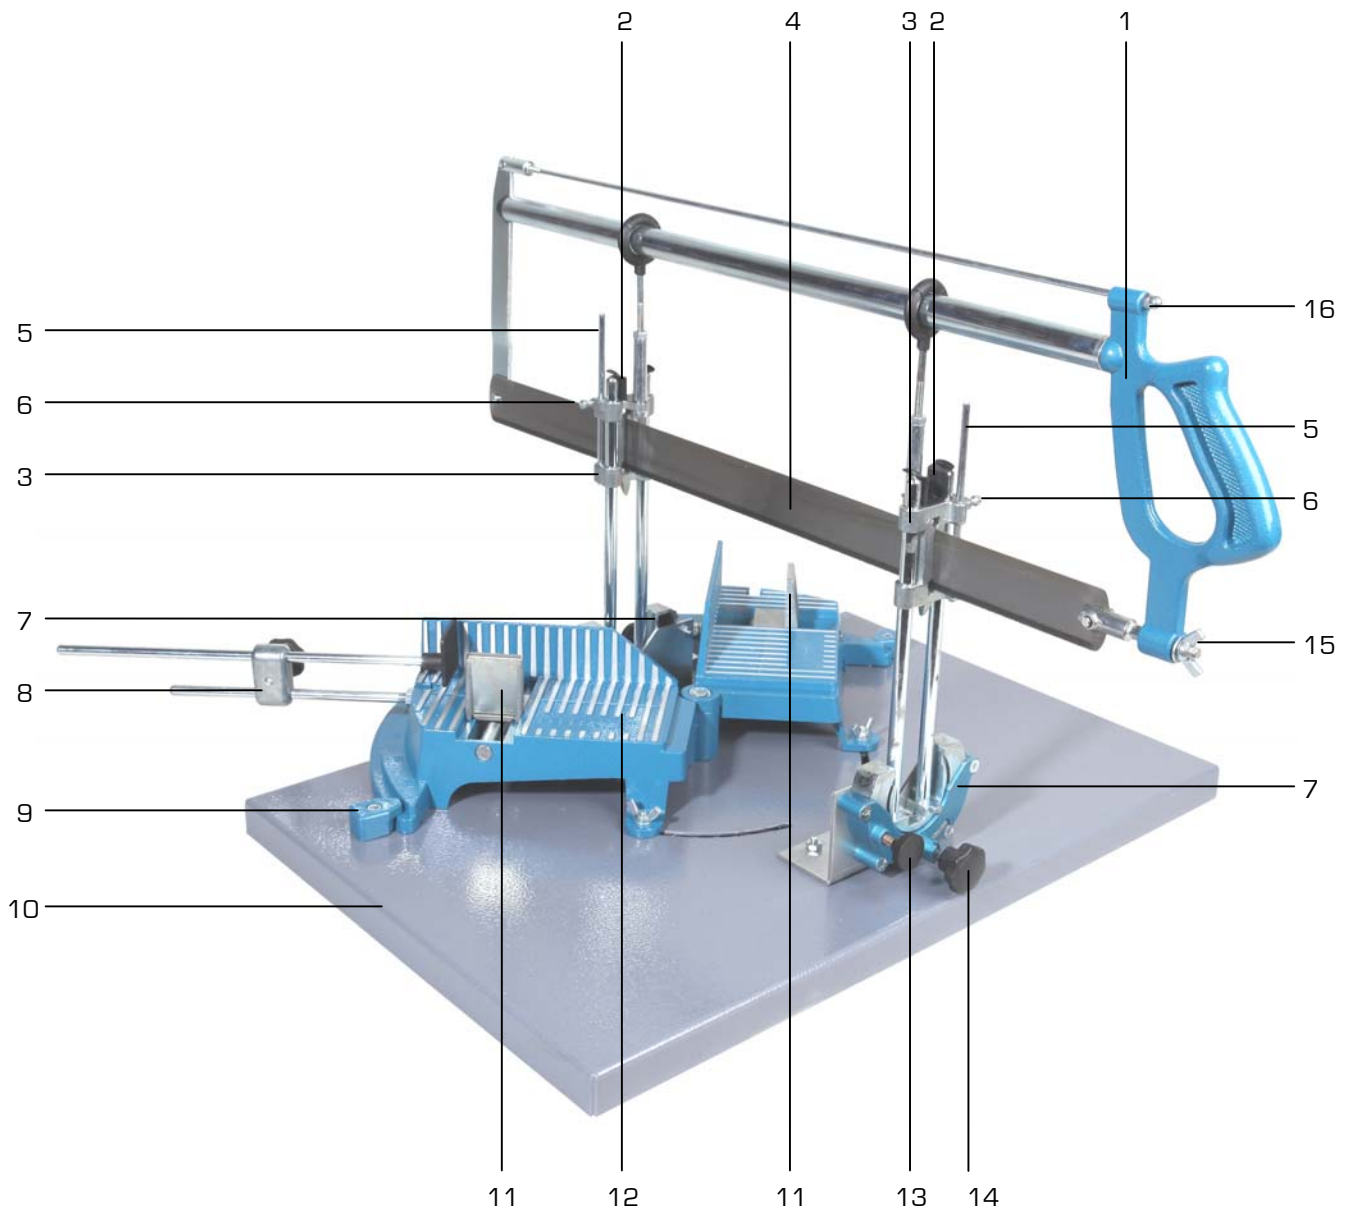

Figure 1
1. Fixer les berceaux pivotants (7 fig.1) sur le socle (10 fig.1) à l'aide de vis et écrous fournis.
2. Mettre en place la monture de la scie (1 fig.1) en insérant les coulisseaux dans les barres de guidage des berceaux pivotants (7 fig.1).
3. Emboîter les deux mors de serrage (11 fig.1) dans les plaques en forme de queue d'aronde placées sur les vis sans fin de la table de coupe (12 fig.1).
4. Insérer l'écrou de la butée de coupe (8 fig.1) dans l'encoche de la table de coupe (12 fig.1) et serrer le contre-écrou.
2. Suspendre la scie aux barres de guidage des berceaux pivotants à l'aide des doubles ressorts à lame (2 fig.1).
4. Régler la table de coupe à 90° (12 fig.1) et serrer les vis des repères d'angles ainsi que les vis papillon.
5. Régler les berceaux pivotants à 90° (7 fig.1) et serrer les vis de serrage.
6. Ouvrir suffisamment les mors de serrage (11 fig.1).
7. Positionner correctement la pièce à couper sur la table de coupe (12 fig.1) à la longueur souhaitée.
9. Descendre la monture de la scie (1 fig.1).
10. Régler les butées de profondeurs de coupe (5 fig.1).